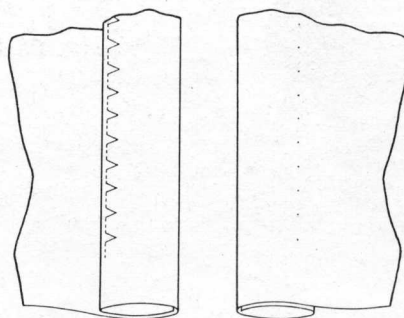

FIG. 90
- 5/A-6 La couture terminée, enlever le travail et l'ouvrir (fig. 90). La couture apparaîtra sur le bord extérieur du travail et les points de fixation seront invisibles.